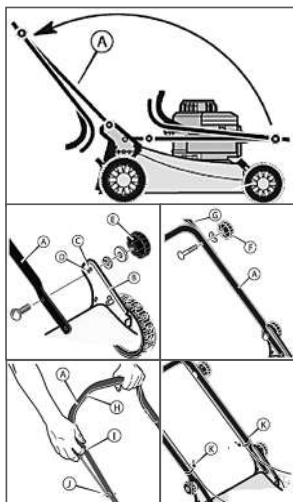

Рис. 3 Сборка газонокосилки
3. Установите нижнюю часть А рукоятки в рабочее положение (Рис. 3).
4. В скобе рукоятки (В) имеется два крепежных отверстия (Рис. 3). Используйте отверстие (С) для крепления рукоятки в верхнем положении. Используйте отверстие (D) для крепления рукоятки в нижнем положении.
5. Закрепите отверстие в любом из отверстий (С) или (D), в соответствии с рисунком. Закрутите зажимы (Е) до фиксации нижней части рукоятки.
6. Снимите зажимы (F) и крепежные элементы с нижней рукоятки (А). Установите верхнюю рукоятку (G) в рабочее положение. Затягивайте зажимы (F) до фиксации верхней и нижней рукоятки в соответствующих положениях.
7. Для установки троса ручного стартера, сначала необходимо задействовать рычаг остановки двигателя (H). Медленно потяните рукоятку ручного стартера (I) и заправьте трос ручного стартера в направляющую (J).
8. Закрепите тросы на рукоятке, при помощи держателей (K). Рис. 3 Сборка газонокосилки